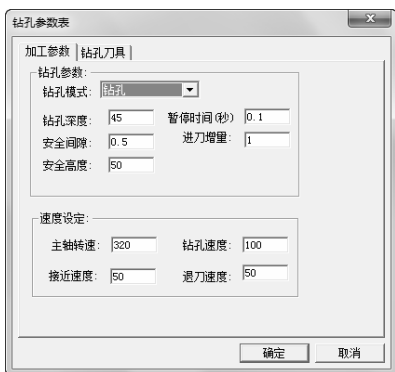

图 6-66 钻孔参数设定
1) 单击“加工参数”选项卡，如图 6-66 所示。设置具体参数如下：钻孔模式：钻孔；钻孔深度：45；暂停时间（秒）：0.1；进刀增量：1；安全间隙：0.5；安全高度：50；主轴转速：320；钻孔速度：100；接近速度：50；退刀速度：50。